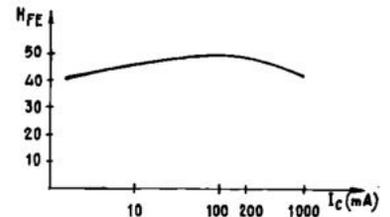

FIG. 3. — Variation du gain h_{FE} en fonction du courant collecteur
Reprenons ces différents points sur la figure 3, et nous voyons que le maximum de gain (50) correspond à un courant collecteur de 100 mA, or si nous choisissons $I_C = 10 \text{ mA}$, le gain est encore de 45, en conséquence ce deuxième point sera préféré au premier, la courbe étant de plus pratiquement horizontale dans cette région. Le point de repos est donc fixé à $I_C = 10 \text{ mA}$ et $h_{FE} = 45$.
Le choix du point de repos peut s'effectuer à partir de la courbe donnant les variations du gain en courant h_{FE} en fonction du courant collecteur I_C (fig. 3).